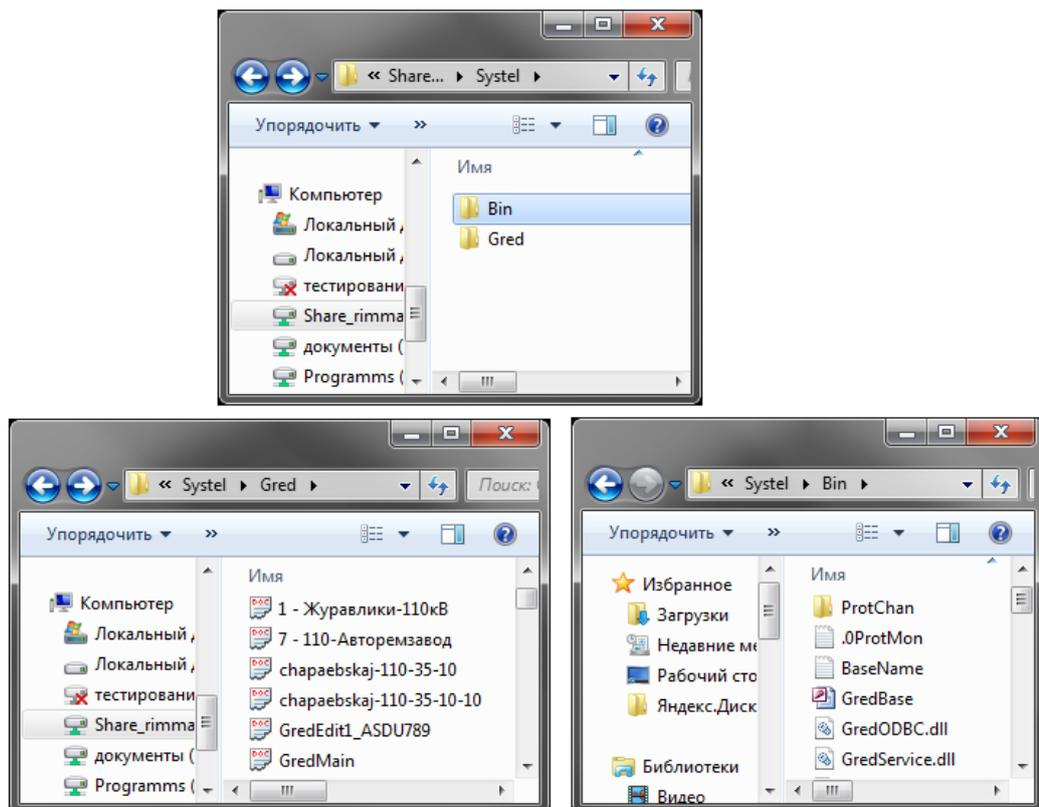

Рисунок 3.1 – Папка «Systel»
2. В созданную папку поместить папку «**Systel**», в которой расположены компоненты необходимые для работы редактора: БД телеметрии, мнемосхемы, библиотеки (Рисунок 3.1).